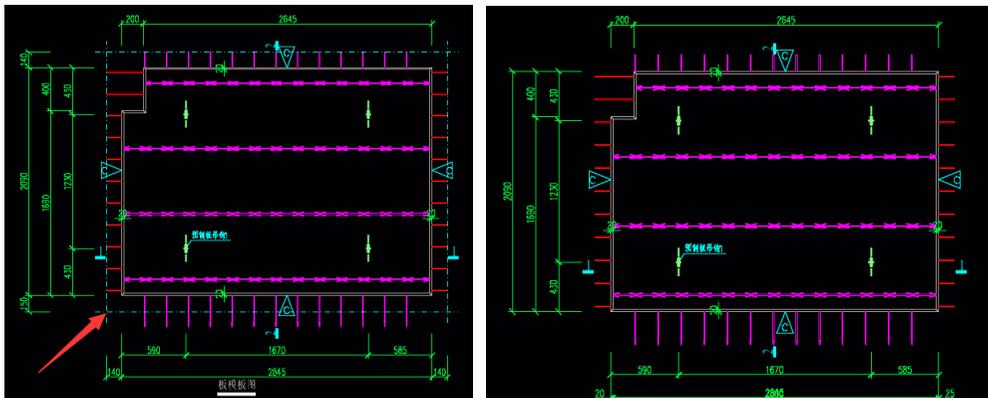

图 7.2-10 标注预制板支座和拼缝中心线
- 标注预制板支座和拼缝中心线：勾选此选项后，板详图中会绘制出预制板支座和拼缝中心线，不勾选则不绘制。如图 7.2-10。